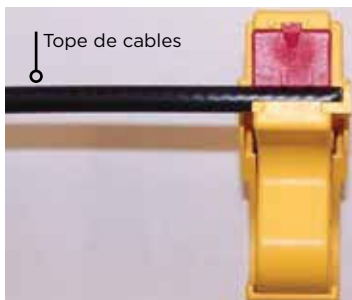

Figura 2
2. Coloque el cable entre las mordazas de la herramienta como se muestra en la Figura 2. El se abren presionando cada mango de herramienta en la Figura 1. Coloque el extremo del cable en el tope de la tira de cables en el borde derecho de la mordaza inferior como se indica en la Figura 2. Esto asegurará una longitud adecuada del conductor.